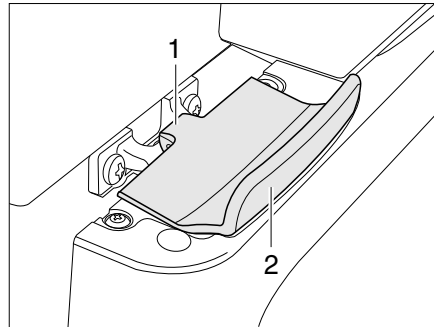

Fig. 136 Dispositif de verrouillage de la porte du réfrigérateur, fermé (Thetford)
- Ouvrir la porte du réfrigérateur sur la poignée (Fig. 136,2). Le verrouillage (Fig. 136,1) sera débloqué automatiquement.